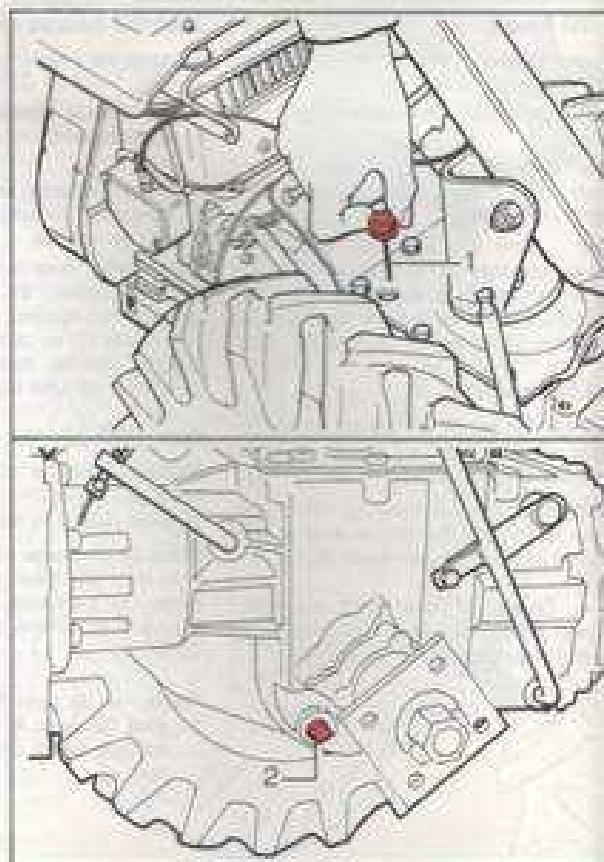

Fig. 15 - Bild 15
Gearbox: change oil (see fig. 15). Remove the drain plug located under the gearbox (2) and dipstick plug (1) to make drain easier. Let oil drip out for 10 minutes at least. Replace the lower plug and refill with the prescribed oil up to the level recommended.
Boîte de vitesse: changer d'huile (voir fig. 15). Enlever le bouchon de vidange situé au-dessous de la boîte du changement de vitesses (2) et le bouchon à jauge (1) pour faciliter l'évacuation et laisser égoutter pour 10 minutes au moins. Après avoir remis le bouchon inférieur, rajouter de l'huile jusqu'au niveau indiqué.
Schaltgetriebe: das Öl wechseln (siehe Bild 15). Die Ablasschraube unter dem Schaltgetriebegehäuse (2) sowie den mit Messstab versehenen Verschlussdeckel (1) abnehmen, um den Ablass zu erleichtern. Dann über mindestens 10 Minuten austropfen lassen. Nach Wiedermontage der unteren Verschlusschraube die Nachfüllung mit dem vorgeschriebenen Öl vornehmen.
Scatola del cambio: sostituire l'olio (vedere la fig. 15). Togliere il tappo di scarico posto sotto la scatola cambio (2) ed il tappo con asta (1) per facilitare lo scarico, quindi lasciare sgocciolare per almeno 10 minuti. Rifornire quindi con olio prescritto, dopo aver rimesso il tappo inferiore, fino al livello prescritto.
Gearbox: check oil level (see fig. 15); to do so screw out stick filler (1); oil level is correct when it is close to top mark (MAX).
Boîte de vitesses: vérifier le niveau de l'huile (voir fig. 15); dévisser le bouchon muni de jauge (1). Le niveau est correct quand il se trouve à proximité de l'encoche supérieure (MAX.).
Schaufelgetriebe: Ölstand prüfen, durch Abschrauben des mit Messstab versehenen Verschlussdeckels (1) (siehe Bild 15). Der Ölstand muss auf gleicher Höhe der oberen Marke (MAX) liegen.
Scatola del cambio: controllare il livello dell'olio (vedere la fig. 15); allo scopo svitare il tappo dotato di asta (1). Il livello è regolare quando si trova in corrispondenza della tacca superiore (MAX.).